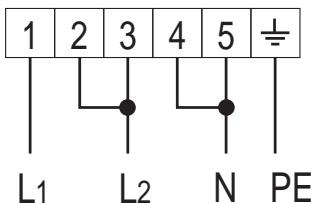

Afb. 9.1
- Plaats de stroombruggen **U** op de contacten "B" (afb. 9.1) in overeenstemming met het schema in afb. 9.2, 9.3.